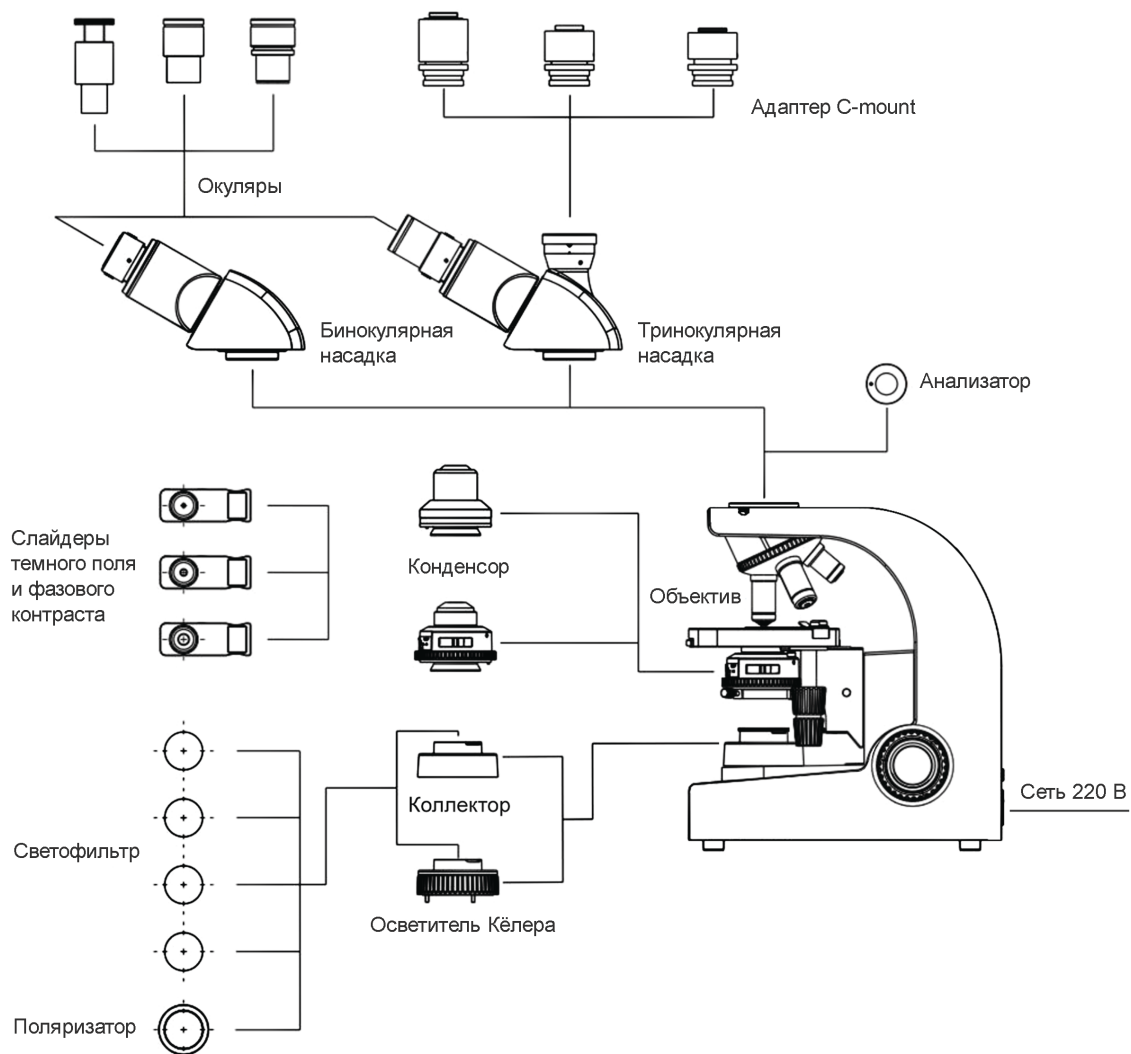

Рис. 5. Состав микроскопов Микромед 1 и Микромед 2 и расположение составных и сменных частей.
- Состав микроскопа и расположение его составных частей показано на рис. 5.